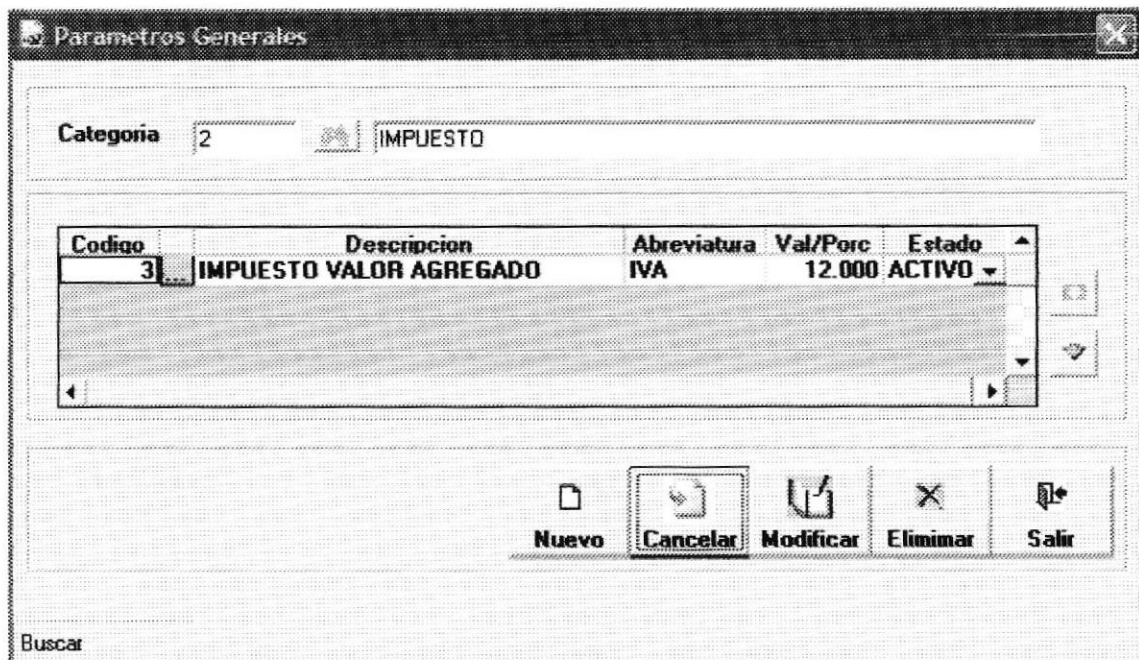

Figura 8.49. Pantalla de parámetros.
- Ejecutado el paso 1 y 2 se visualizará la pantalla de Parámetros como se muestra en la figura 8.49.